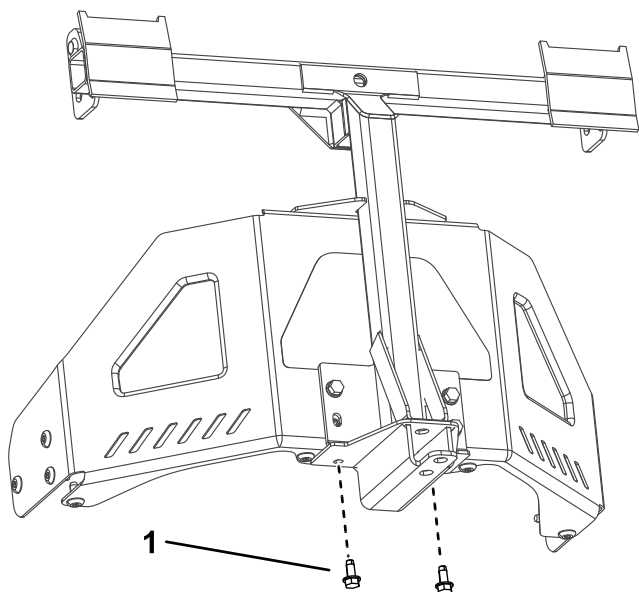

Figura 7
3. Sujete el bastidor de giro a la parte inferior del bastidor de la máquina usando 2 tornillos autorroscantes (5/16" x 3/4"), según se muestra en Figura 7.